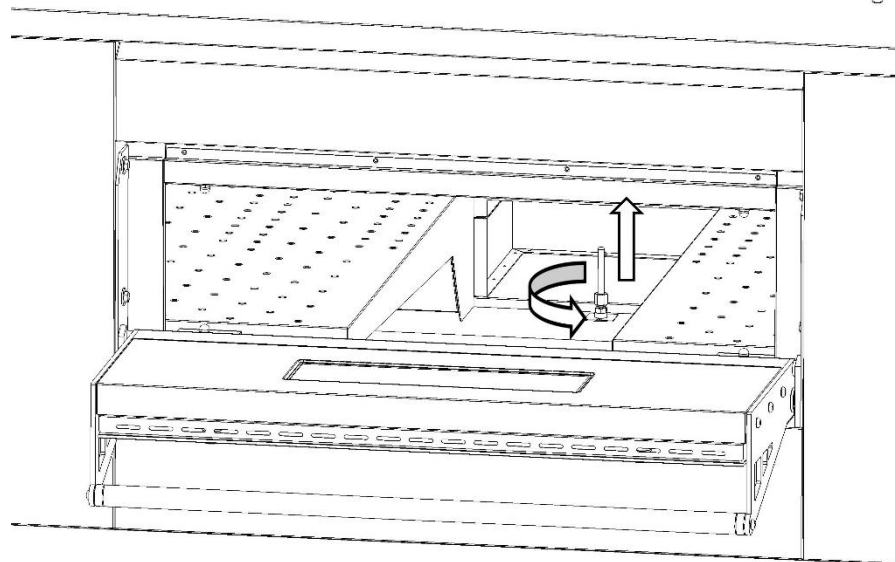

Fig.9B
7. Mit einem 12er Schlüssel die Montagemutter der Unterlage lösen und die Sonde herausziehen (Abb.9B).